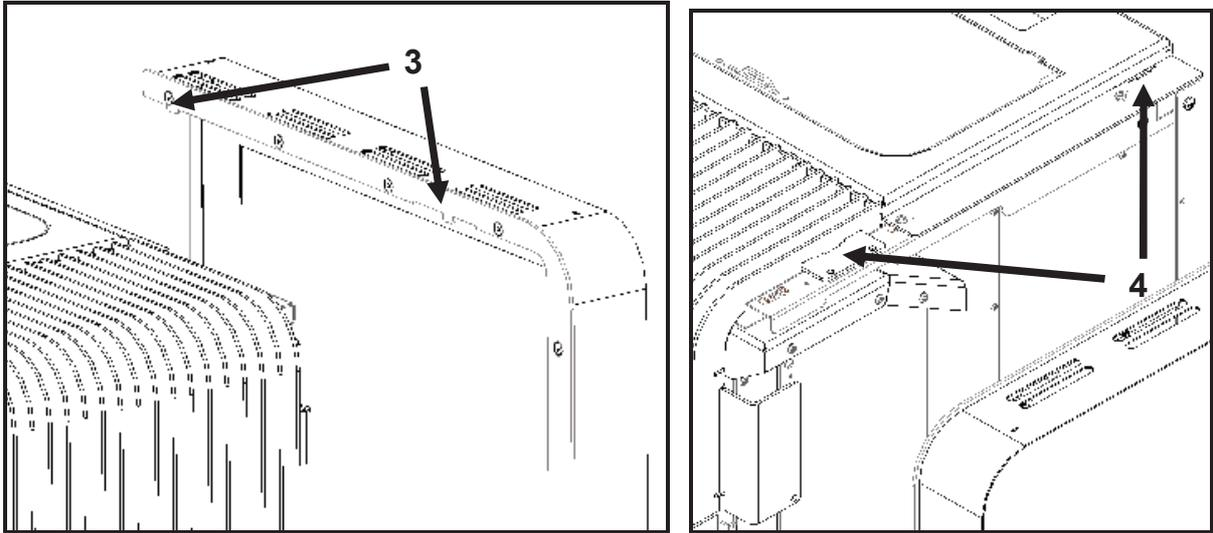

Figura 86 – Colocación de las envolventes Aspen
d) A continuación, primero enganchar los agujeros inferiores **1** de las cubiertas laterales, en las guías **2** que están en el fondo de la máquina, después en dirección descendente, encaje los apoyos **3** en las ranuras **4**, tal como se muestra en la Figura 86.